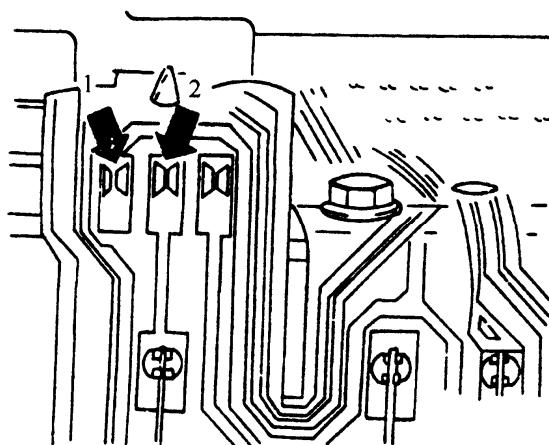

图 9-56 检查稳压器
(1) 打开发动机舱盖，拔下水温传感器插头。再拔下组合仪表插头，检查水温传感器插头的插孔（黄 / 红线）与组合仪表插头的插孔 23 之间线路是否断路，线路传递为水温表传感器（黄 / 红线）插孔→继电器盘插头 G2 的插孔 3→继电器插头 U2 的插孔 9→黄 / 红线→组合仪表的插孔 23。
(2) 如果上述线路正常，接上组合仪表插头，打开点火开关，检查水温传感器插头的黄 / 红线是否有电。如果有电，则说明水温传感器损坏；如果无电，则为水温表本身或稳压器故障。
(3) 拆下仪表板，线束保持正常连接。如图 9-56 所示，将万用表连接在稳压器正极输出端 1 和搭铁端 2 之间测量电压，如果电压值高于 10.5V 或低于 9.5V，则表明稳压器有故障。否则，为水温表本身故障。